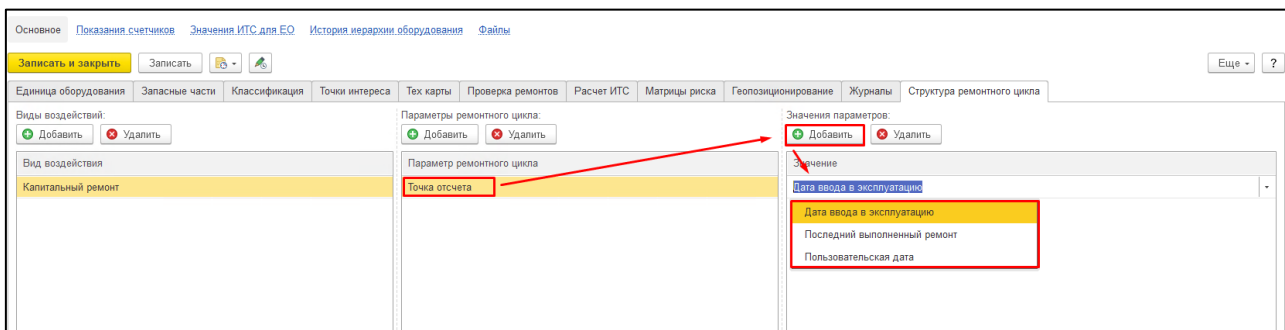

Рисунок 202. Заполнение табличной части «Значение параметров».
- «Точка отсчета» - заполнить реквизит «Значение» путем выбора из предложенных вариантов (см. Рисунок 202):